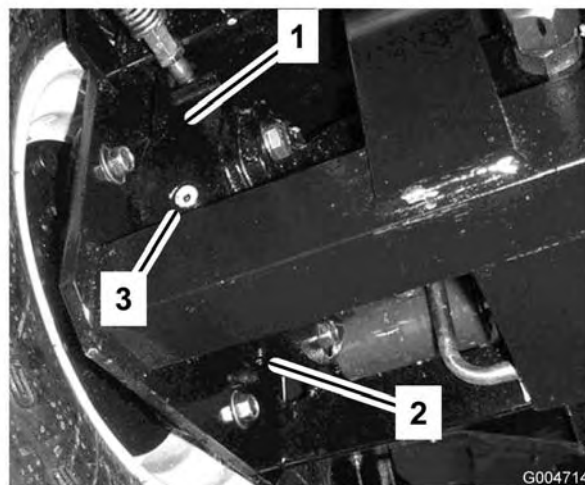

Figura 59
4. Collocate una bacinella sotto la scatola del freno, dall'altro lato della ruota (Figura 59).